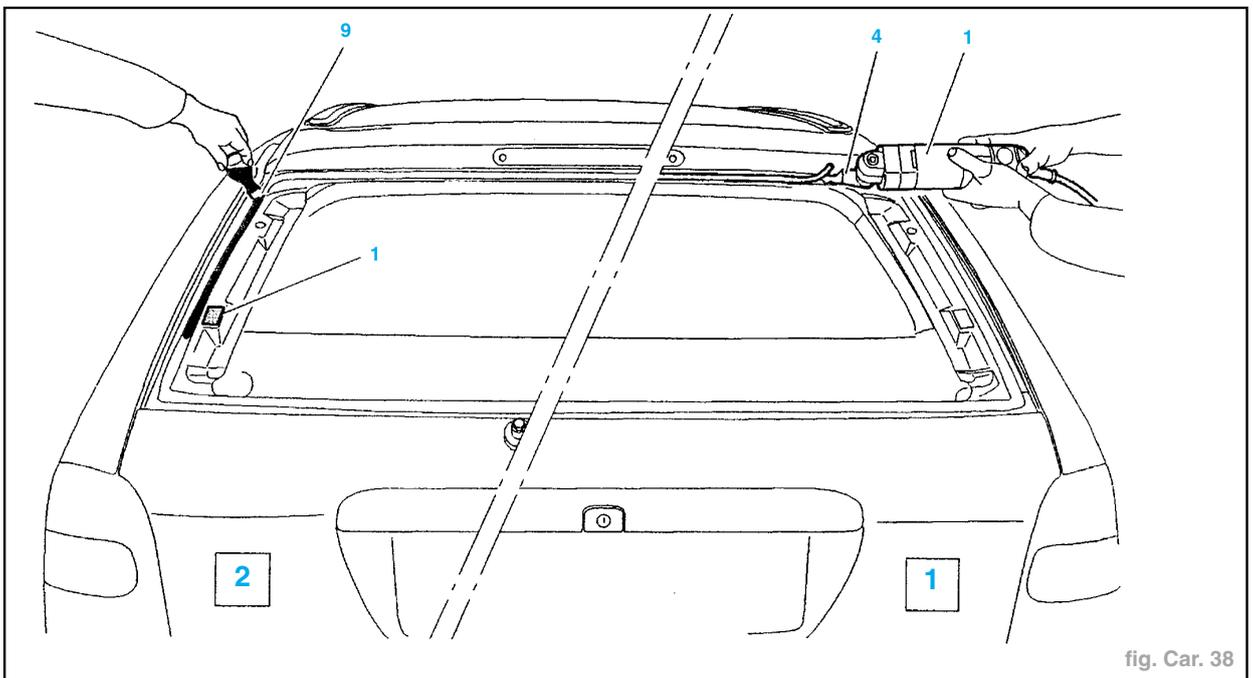

fig. Car. 38
- Équiper le couteau électrique (1) de la lame (4).
- Équiper le couteau électrique (1) de la lame (4) (fig. Car. 38).
- Appliquer le primaire pour tôle (9).
- Coller les cales VELCROS (1) (fig. Car. 38).